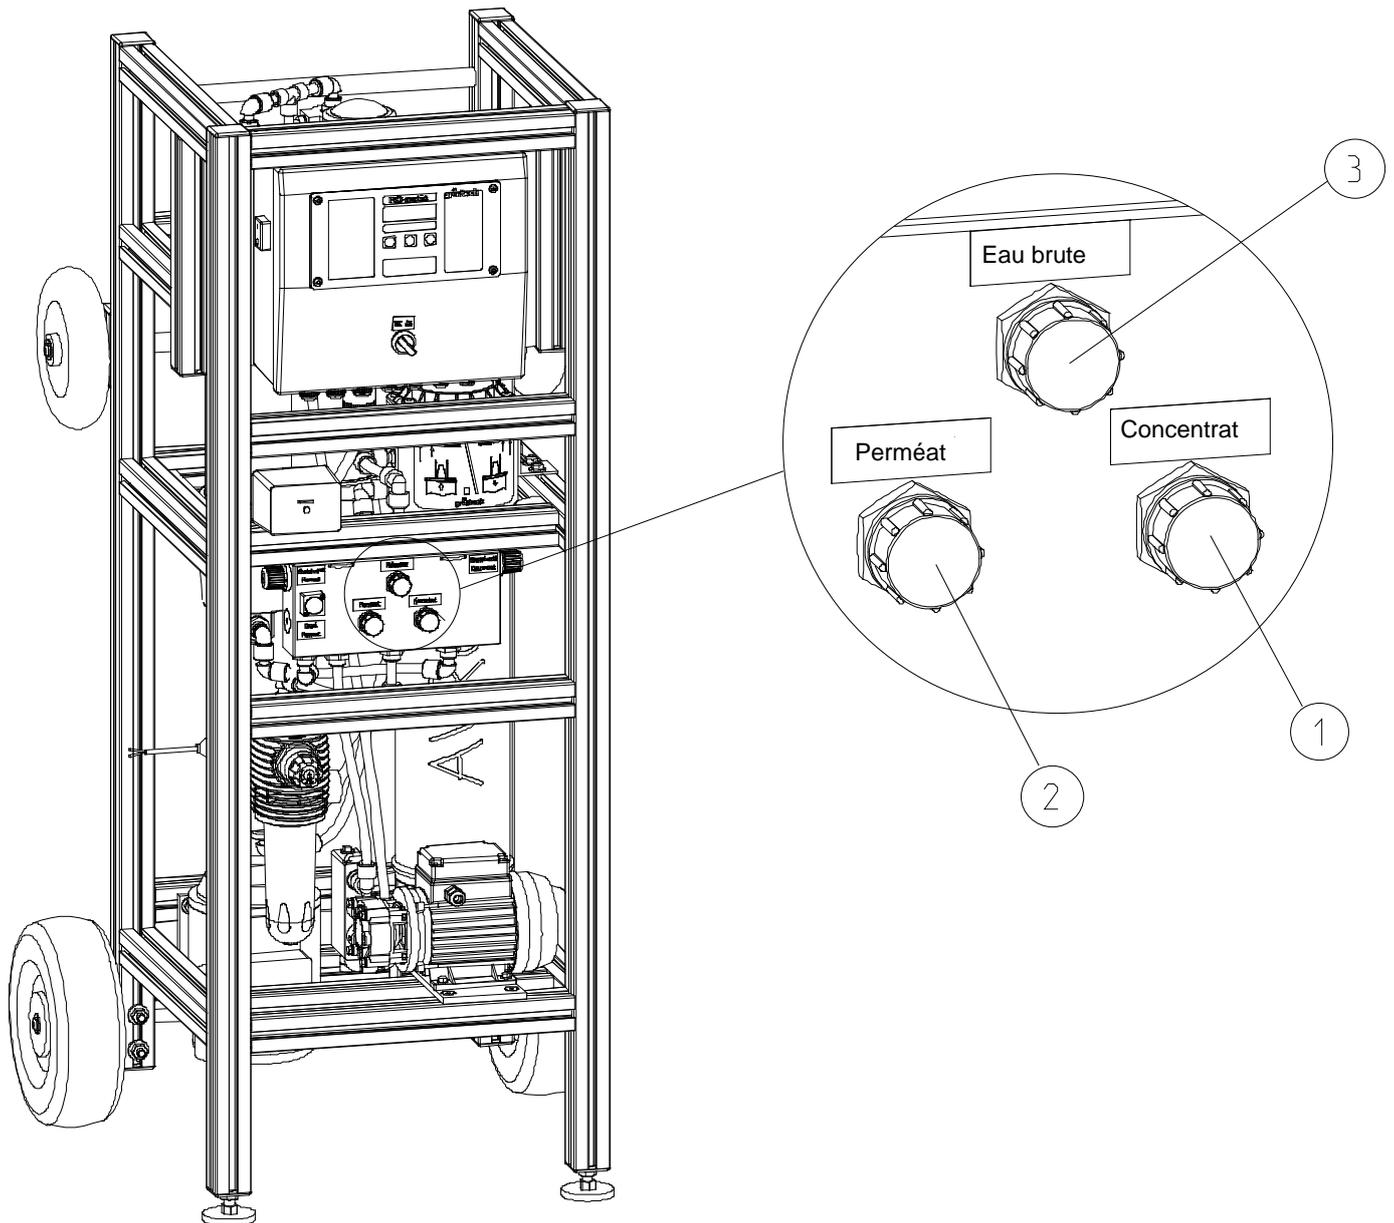

Fig. E-1 : Raccords de l'installation d'osmose inverse mobile AVRO-flex 250
La membrane est protégée par un agent conservateur pendant la durée du stockage et du transport. Cet agent conservateur doit être éliminé avant la première mise en service. Le flexible de concentrât (voir fig. E-1, pos. 1) et celui de perméat (voir fig. E-1, pos. 2) doivent pour ce faire être posés de manière à arriver à la canalisation.
- Raccorder le flexible d'eau d'appoint/d'eau brute sur l'installation (voir fig. E-1, pos. 3).
- Raccorder le flexible de perméat sur l'installation et au système à remplir (voir fig. E-1, pos. 2).
- Raccorder le flexible de concentrât sur l'installation (voir fig. E-1, pos. 1). Poser la conduite en pente vers la canalisation et la raccorder selon EN 1717 (écoulement libre).